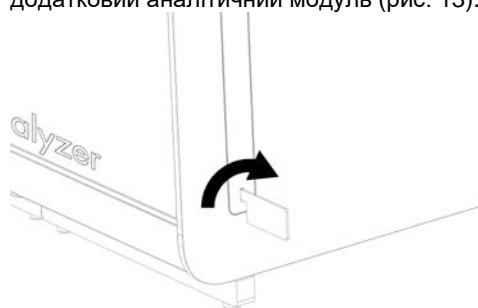

Рис. 13. Знімання захисних кришок.
- 1 е. Зніміть захисні кришки з того боку аналітичного модуля, де буде приєднуватися додатковий аналітичний модуль (рис. 13).